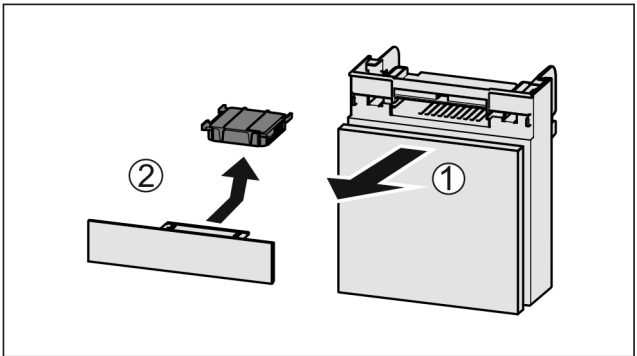

Fig. 151
► 向前拉出 Fig. 151 (1) 抽屉。
► 取出 Fig. 151 (2) 活性炭过滤器。